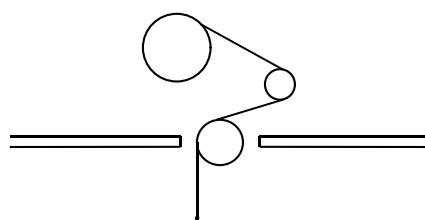

图 13
- 钢丝绳应绕在大筒上整齐排列，在两个导轮间正确穿过（见图 13）